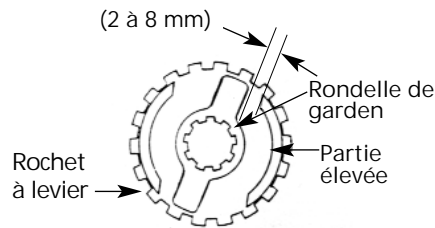

Figure 9 - Positionnement de la rondelle de garde
Placer le ressort (6) sur la jante/pignon à friction. Mettre l'ensemble couvercle du frein (14) sur le bâti et visser le rochet à levier (33) sur l'arbre du pignon. Presser fermement le rochet à levier en position et fixez l'ensemble couvercle du frein au bâti avec les quatre boulons (9). Positionner la rondelle de garde pour qu'il y ait entre 2 à 8 mm entre le bord de la rondelle de garde et la partie élevée de la jante du rochet à levier (Voir Figure 9).